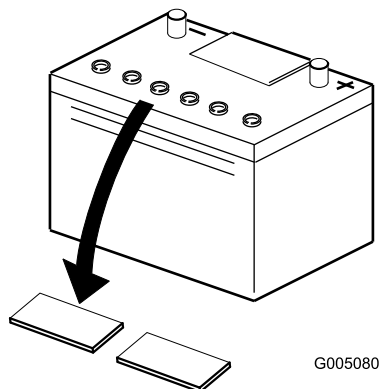

Рисунок 4
2. Очистите верх аккумуляторной батареи и снимите вентиляционные пробки (Рисунок 4).